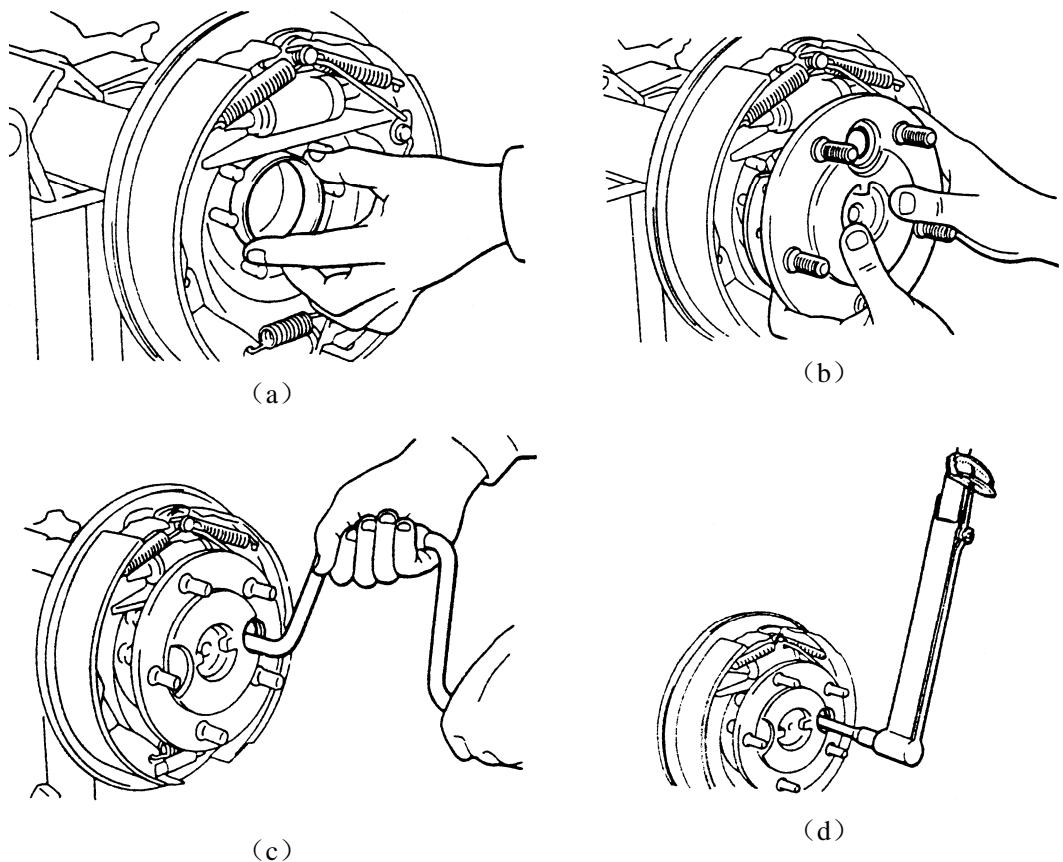

图 4-100 安装轴承外座圈
(1) 装上底板固定螺栓与底板总成。如图 4-100 (a) 所示，装上轴承座圈至管内轴承孔内，确定座圈背面抵住管内的轴承座。
(2) 如图 4-100 (b) 所示，将后半轴装入轮壳内，小心切勿损伤滚柱轴承。对齐固定板孔及螺栓后尽可能地将后半轴推入轮壳深处。
(3) 用手转动底板螺栓上的螺母后，再用快速扳手按图 4-100 (c) 所示锁紧。注意螺母锁止时必须确定油封及外座圈都能正常地抵住轮壳上的轴承内座圈。
(4) 按图 4-100 (d) 所示使用扭力扳手, 组装制动鼓、固定器螺母及车轮等。